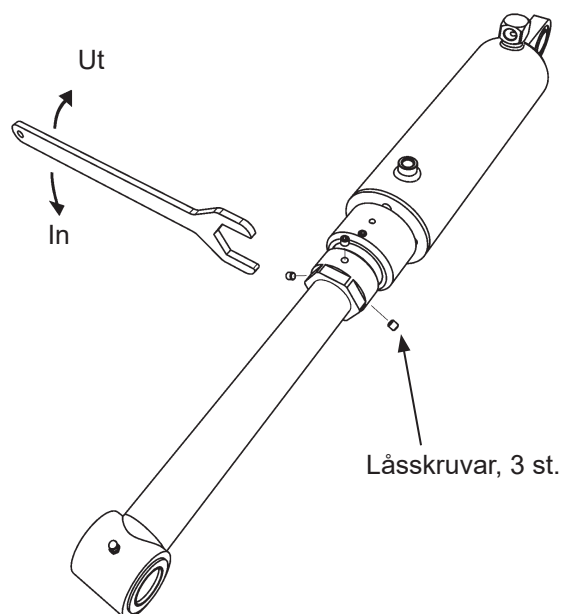

Bild 45. Justering av tiltvinkel
5. Lossa de tre låsskruvarna på den andra tilt-cylindern. Bild 45.
6. Vrid justerhylsan så att tiltcylindern passar mot infästningen på lyftbryggan. Se Bild 45.